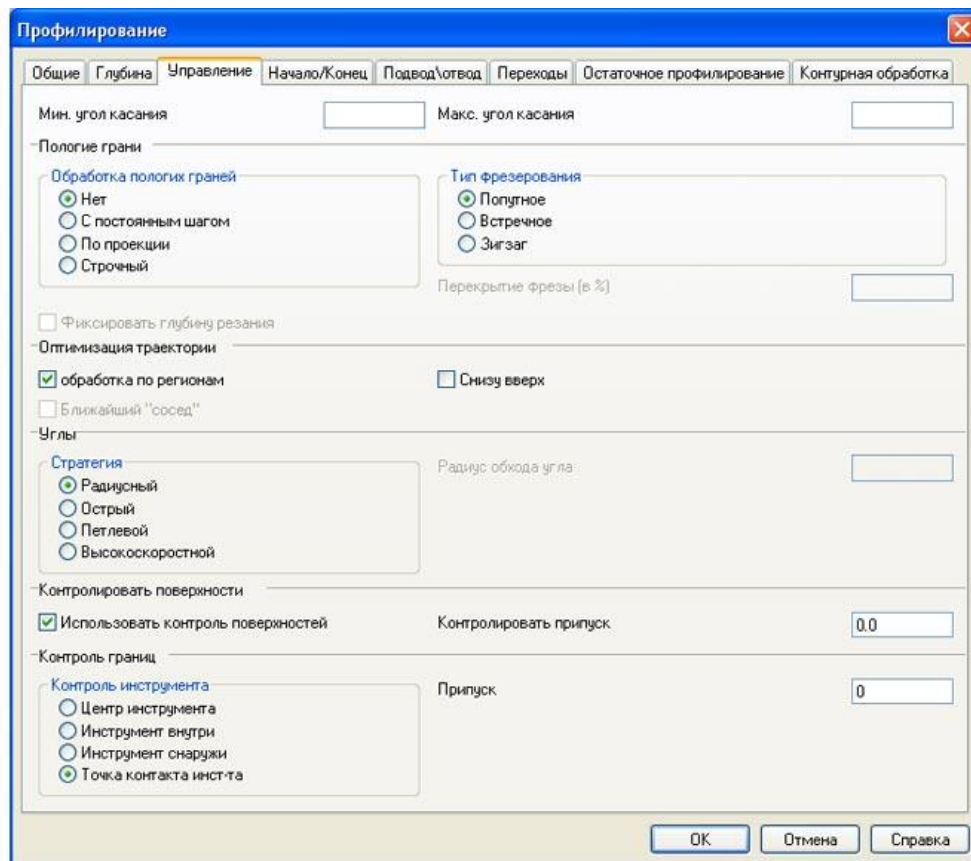

Рис. 10. Edgcam. Использовать контроль поверхностей
- Управление - поставить флажок напротив «Использовать контроль поверхностей» (рис.10).
В «Контроле инструмента» определить точку, по которой будет производиться расчёт траектории движения режущего инструмента (рис.10, 11). В этой же вкладке установить «контролировать припуск» и «припуск» равный «0», так как врезки обрабатываются окончательно. В случае, если необходимо оставить припуски под окончательную обработку, нужно указать вместо нулевого значения величину припуска. Нажать «ОК».